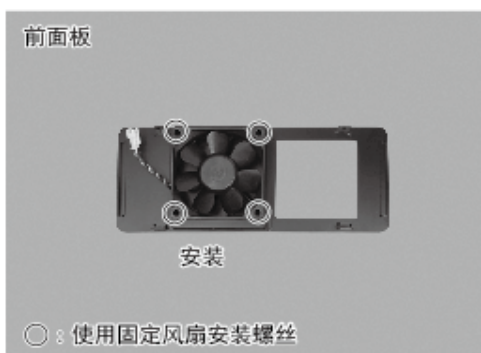

图44
- (10) 使用风扇安装螺钉（4个）将备用风扇安装到机箱（前面板）上。（指定扭矩： $0.5\text{N}\cdot\text{m}\pm 0.1$ ）（图44）。